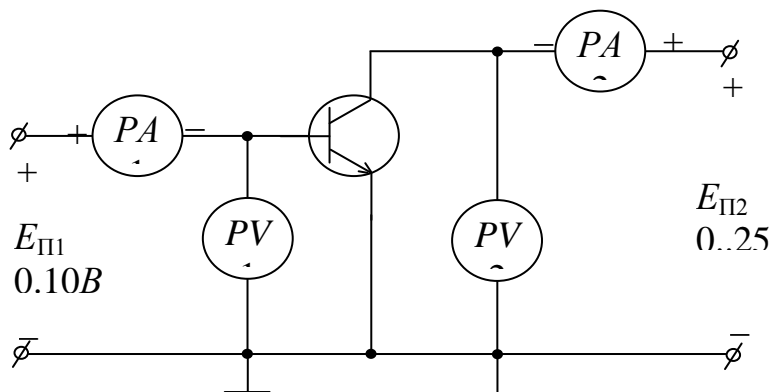

Рис.3.5.б. Схема включения $n-p-n$ транзистора в схеме с ОЭ для снятия
3. Собрать схему для снятия характеристик транзистора при включении его по схеме ОЭ, изображенной на рис. 3.5, а или 3.5, б в зависимости от структуры транзистора.
Рис.3.5 а. Схема включения $p-n-p$ транзистора в схеме с ОЭ для снятия